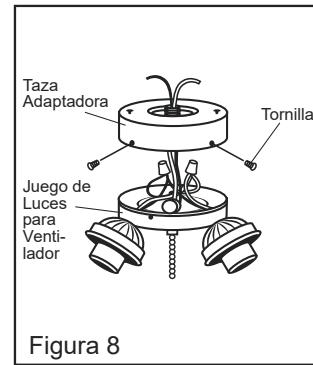

Figura 8
- Quita la taza adaptadora de la parte superior del juego de luces retirando los tornillos laterales del juego de luces (Vea la figura 8).